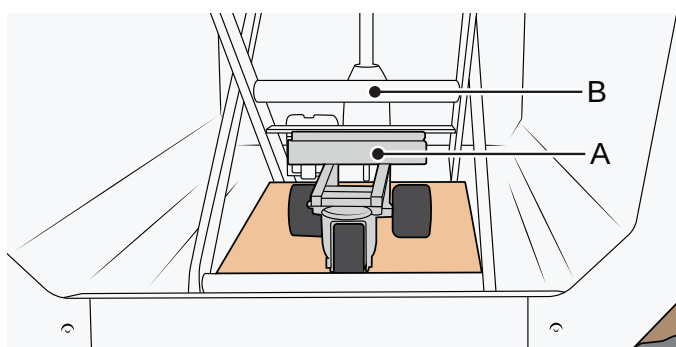

Figure 9
Placez le chariot (A) centré sous la traverse centrale (B). Voir Figure 9.